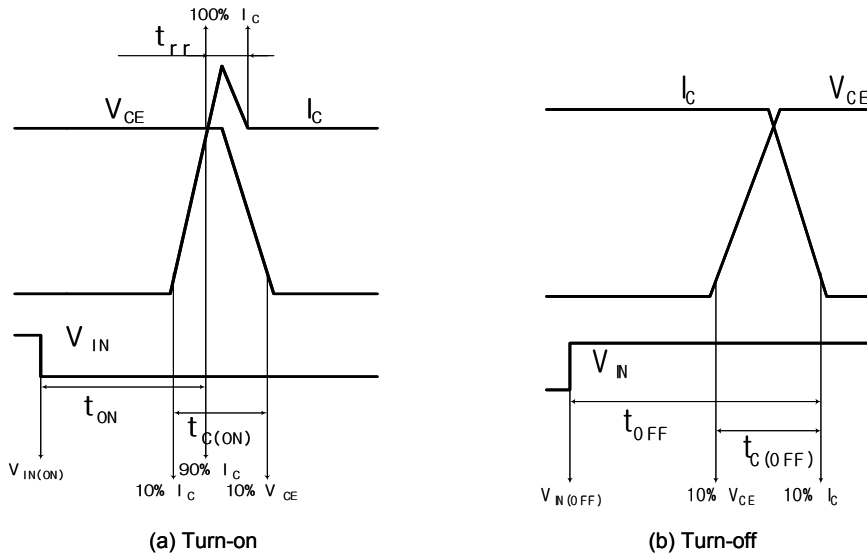

图 4. 开关时间的定义
4. t_{ON} 和 t_{OFF} 包括模块内部驱动 IC 的传输延迟时间。 $t_{C(ON)}$ 和 $t_{C(OFF)}$ 指在内部给定的栅极驱动条件下, IGBT 本身的开关时间。详细信息, 请参见图 4。